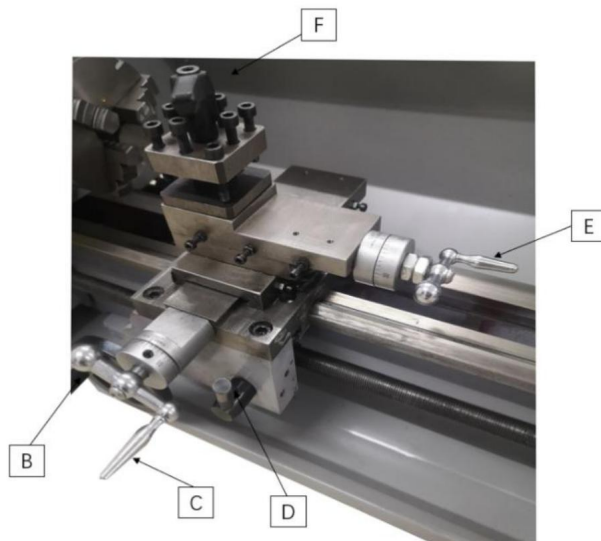

Abb.11
5) Längsverstellungs-Handrad (B, Abb. 11)
6) Querverstellhebel (C, Abb. 11)
7) Halbmutter-Einrückhebel (D, Abb. 11)
8) Verschiebungshebel für zusammengesetzte Auflage (E, Abb. 11)
9) Werkzeughalter-Klemmhebel (F, Abb. 11)